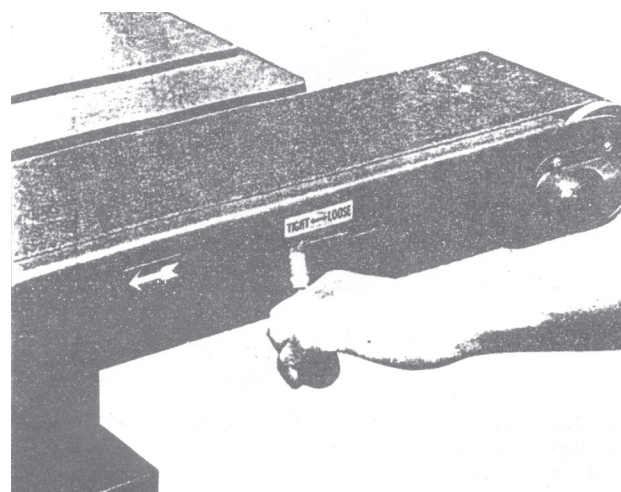

Rys. 5
1. Prowadnica ukośna (A) może być regulowana w zakresie  $45^{\circ}$  -  $90^{\circ}$ , a następnie zablokowana za pomocą sześciokątnego pokrętła zaciskowego (B), patrz rys. 5.
2. Nastawić żądany kąt prowadnicy (A) wykorzystując podziałkę.